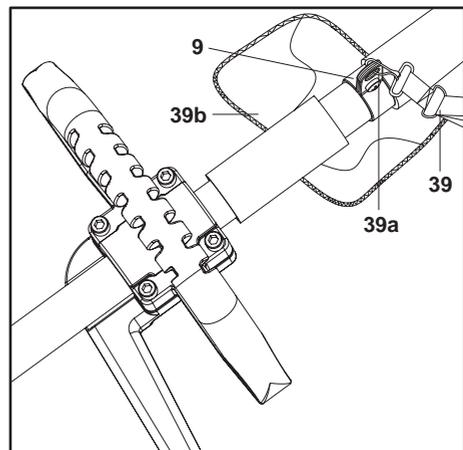

Fig. 26
5. Cierre el arnés (39) en el gancho para colgar (9). Asegúrese de que la almohadilla protectora (39b) pase por debajo de la barra superior (Fig. 26).